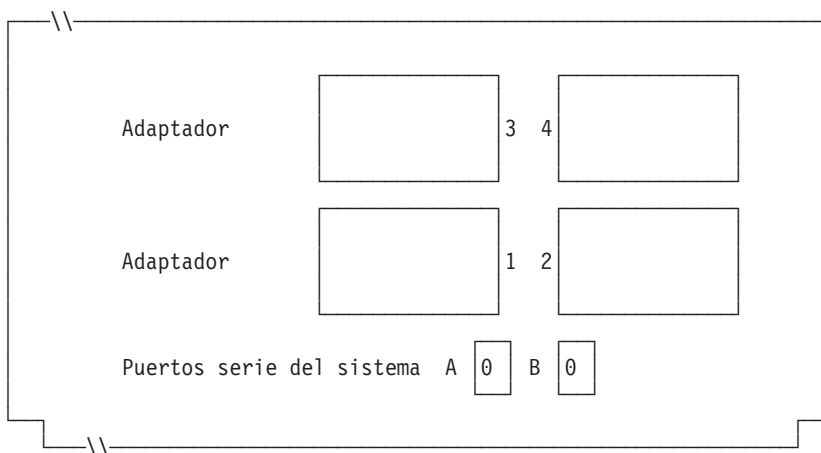

Figura 78. Lado derecho de la parte posterior del Controlador/Terminal IBM 4693-5x1 o 4693-7x1
6. Si las aplicaciones de terminal utilizan el puerto asíncrono, anote el número de puerto en la Figura 78. Especifique un 0 para los puertos no utilizados por el terminal. Los números de puerto válidos son 1, 2, 3, 4.